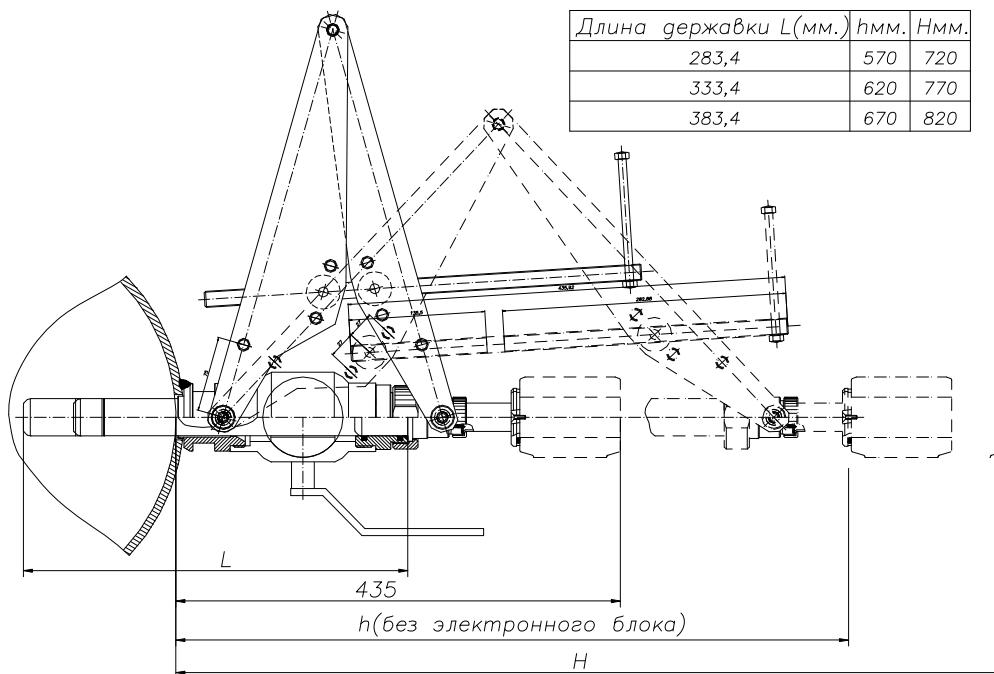

Рисунок 7 — Габариты и установочные размеры преобразователей скорости ПС
- глубина погружения ДС задается высотой шлюза (расстоянием от верхнего торца шлюза до внешней образующей трубы), толщиной стенки трубы в месте установки ДС и длиной L державки ДС (рисунок 7);